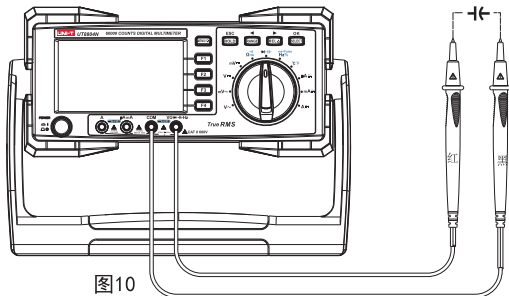

图10
- (1) 将红表笔插入" $\blacktriangle$ "插孔，黑表笔插入"COM"孔。
- (2) 将仪表的旋转开关转到" $\blacktriangle \leftarrow \rightarrow$ "测量档，按SELECT键选择电容测量档，如图10, 将表笔并联到被测电容二端上。